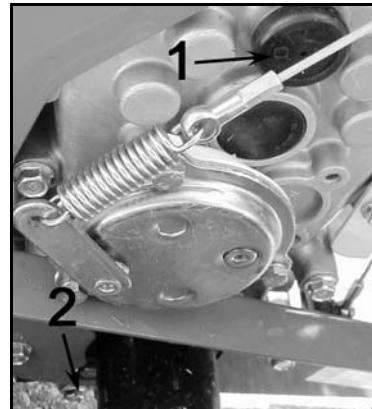

Figura 10
- Controllare il livello togliendo il tappo in gomma (1, Figura 10): l'olio deve essere visibile dal bocchettone.